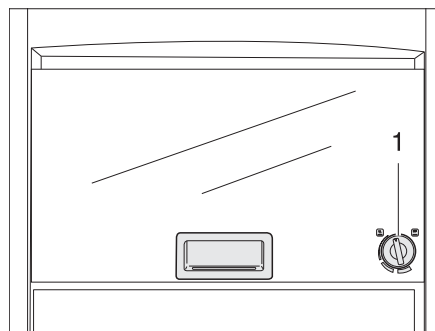

Fig. 261 Horno de gas (Dometic)
- Presionar el regulador giratorio (Fig. 261,1) ligeramente y girarlo hacia la izquierda a una posición cualquiera.
- Girar el regulador giratorio (Fig. 261,1) a "O". La llama se apaga.